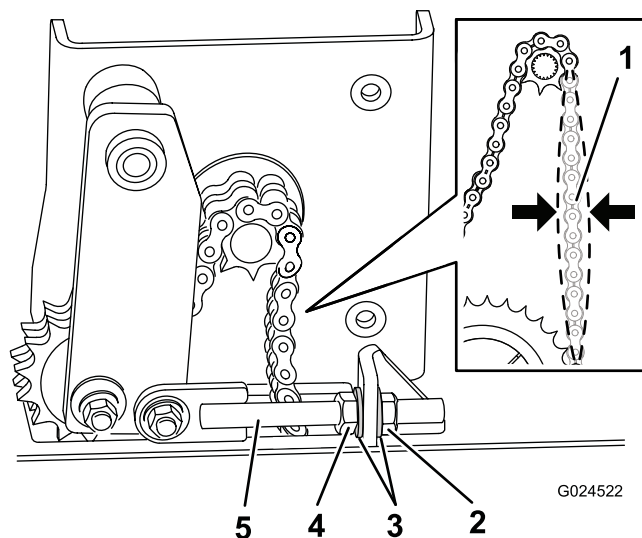

Figura 23
2. Allentate il controdato sul tirante (Figura 23).
3. Regolate la tensione come segue (Figura 23):